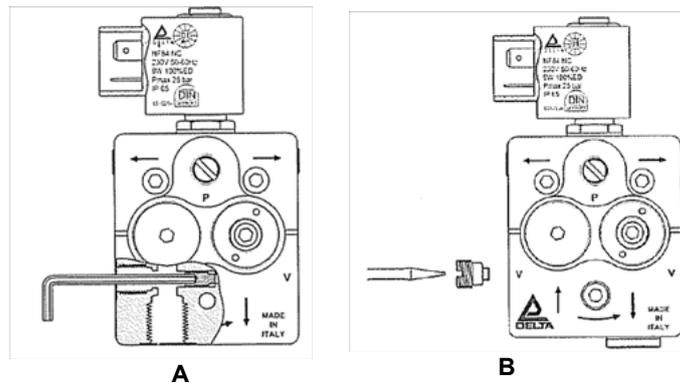

Fig. 8
- 2 usando una chiave a brugola da 2,5 m, svitare il grano by-pass presente all'interno dal foro di presa a vuoto (vedi Fig. 8-A)
- 4 inserire e avvitare un tappo sa 1/4" nel foro di ritorno (vedi Fig. 8-B).